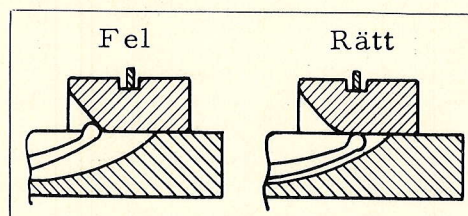

Fig. 2 Tillslagen koppling
- Att kopplingsmuffen F i tillslaget läge spärrar kopplingens hävarm enligt fig. 2.